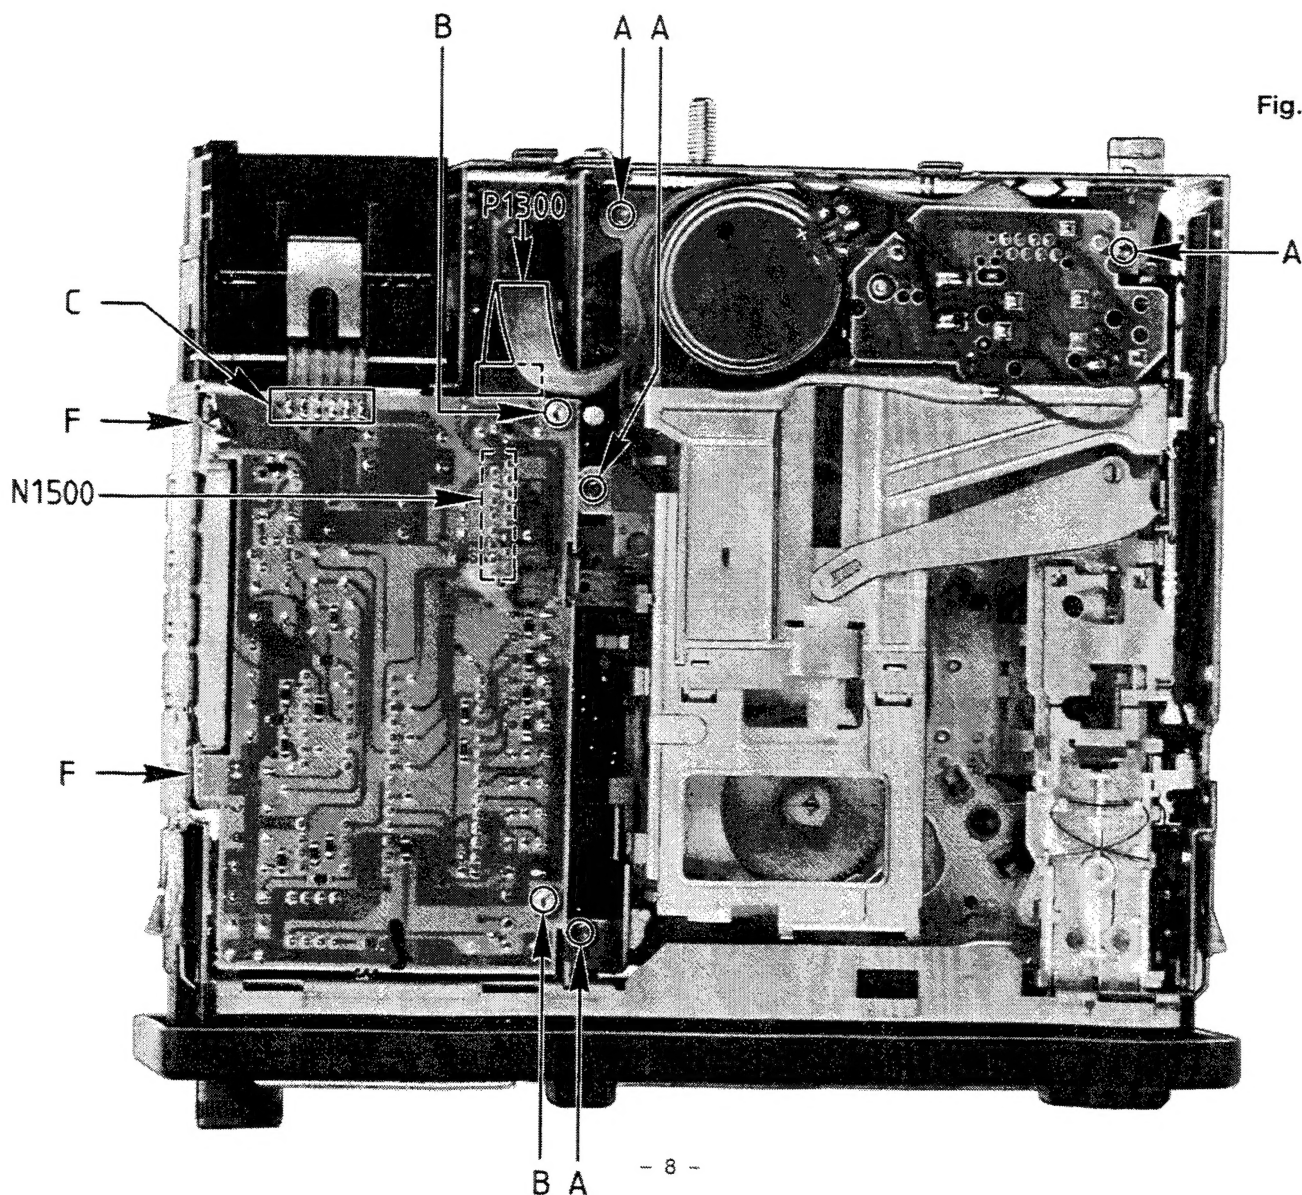

Fig. 7
2. Den Stecker P 1300 abziehen (Fig. 7).
3. Die 4 Schrauben A abschrauben (Fig. 7).
2. Retirer la fiche P 1300 (Fig. 7).
3. Dévisser les quatre vis A (Fig. 7).
2. Pull of plug P 1300 (Fig. 7).
3. Remove the 4 screws A (Fig. 7).
2. Quitar el enchufe P 1300 (Fig. 7).
3. Destornillar los 4 tornillos A (Fig. 7).